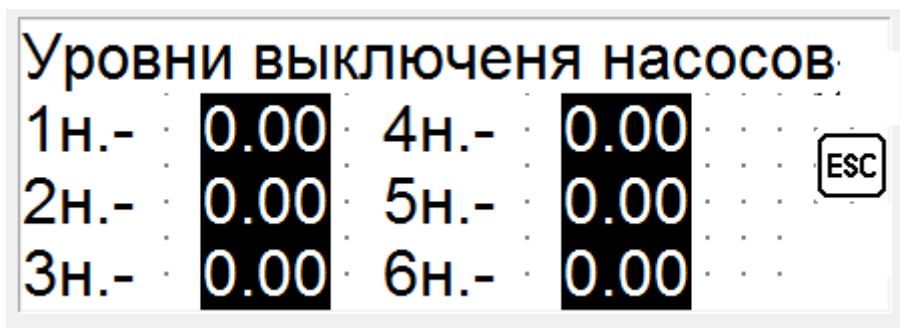

рис.6
3.6. Окно указания/ редактирования уровней выключения 1-го, 2-х, 3-х ,..6-ти насосов.. Для возврата назад нажимаем кнопку «ESC». Редактировать заводские значения уровней следует производить только при необходимости. См. рис.6 .